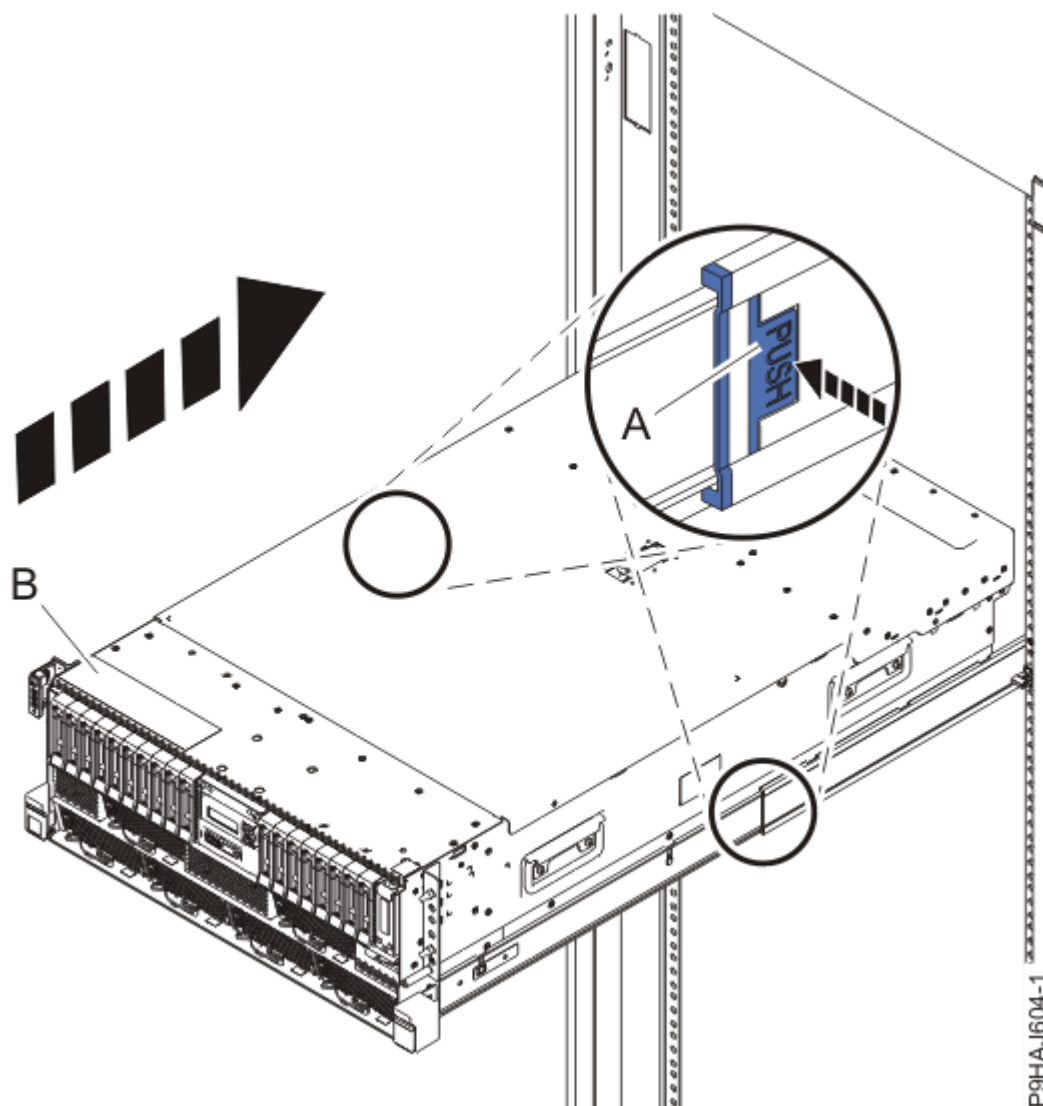

Figura 16. Colocación del sistema en la posición operativa
3. Para un sistema montado en bastidor, desbloquee los pestillos de seguridad de color azul de los rieles **(A)**, tal como se muestra en la Figura 16 en la página 19 presionándolos hacia dentro.